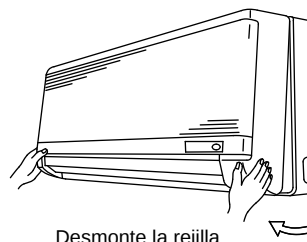

Fig. 3-24
- (6) Extraiga la rejilla. (Fig. 3-24)